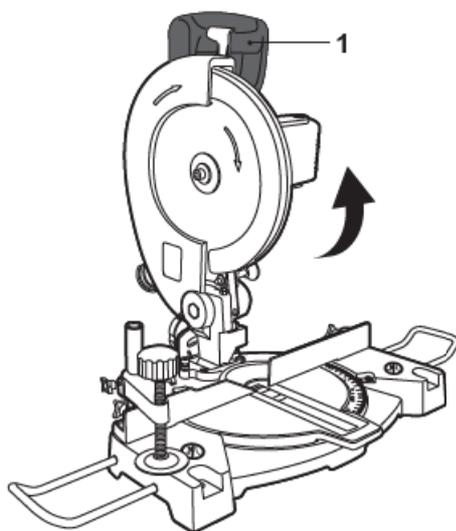

Fig. 40
- > Levez la poignée [1] au maximum (Fig. 40).